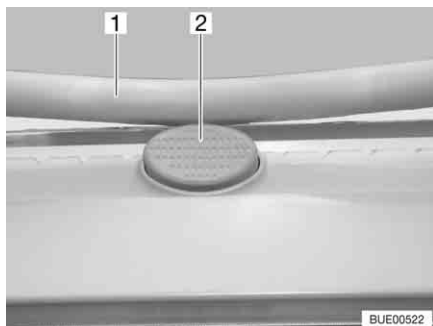

Bild 53 Låsknapp på Heki-takluckan
- Tryck på låsknappen (Bild 53,2) och dra ner bygel (Bild 53,1) med båda händerna.
- Tryck bygel uppåt med båda händerna tills bygel ligger ovanför låsknappen (Bild 53,2).